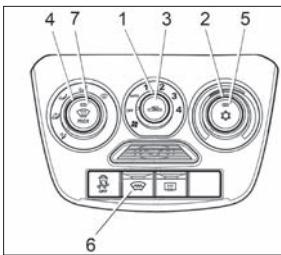

Рис. 39. Блок управления климатической системой (в вариантом исполнении)
2. Включите вентилятор, установив **рукоятку 1** (см. рис. 39) в одно из положений «1», «2», «3» или «4».
Для установки желаемой температуры воздуха в салоне поверните **рукоятку 2** (см. рис. 39) по часовой стрелке для повышения, против часовой стрелки для понижения. Температура будет поддерживаться автоматически в пределах производительности климатической установки и установленного допуска.
2. Поверните **рукоятку 2** (см. рис. 39) против часовой стрелки в левое положение до упора (синяя точка на блоке управления).
4. **Рукояткой 1** (см. рис. 39) включите максимальную скорость вентилятора климатической установки (положение «4»).
С помощью **рукоятки 2** (см. рис. 39) можно установить желаемую температуру воздуха в салоне. Климатическая система будет автоматически поддерживать установленную температуру воздуха в салоне в пределах производительности климатической установки и установленного допуска.
Для очистки ветрового и передних боковых стекол от запотевания, обмерзания или наружного обледенения в автоматическом режиме установите **рукоятку 1** управления вентилятором климатической системы в положение «**AUTO**», нажмите **кнопку 7** (см. рис. 39) с символом . Климатическая система автоматически:
Для включения/выключения ЭОВС нажмите **кнопку 6** (см. рис. 39), при включении загорается индикатор на кнопке выключателя. Контрольный световой индикатор, расположенный на кнопке выключателя, будет светиться желтым светом в течение всего времени работы системы электро-